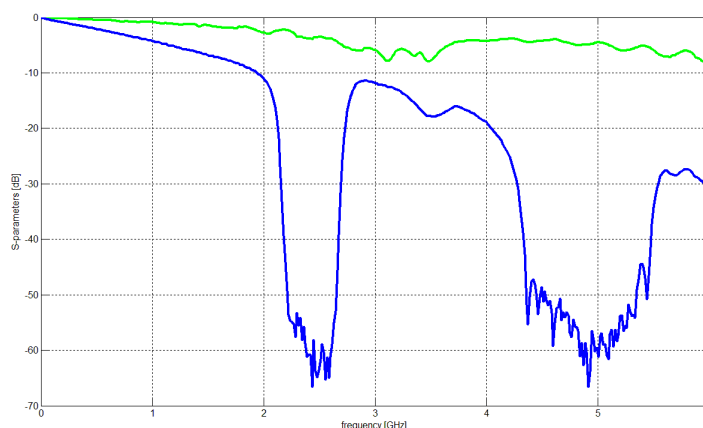

Figura 11: Comparación para el caso de la línea con trazado en serpentina.
1. Grafique en Matlab ó AWR los mismos parámetros de dispersión de la serpentina con respecto a los de una línea larga de $Z_0=50 \Omega$. Por ejemplo, en la figura 11 se muestra el gráfico de los parámetros S_{12} de la línea larga (verde) y la serpentina (azul). Para este paso, utilice la función “Sparameters_Graph” ó “Sparameters_Graph_AWR” (Opcional) ó AWR. Anote sus observaciones para su posterior análisis. **NOTA: El modelo de simulación de una serpentina no es posible con el esquemático utilizado, es por ello que la comparación se hará con una línea de largo de 50Ω .**